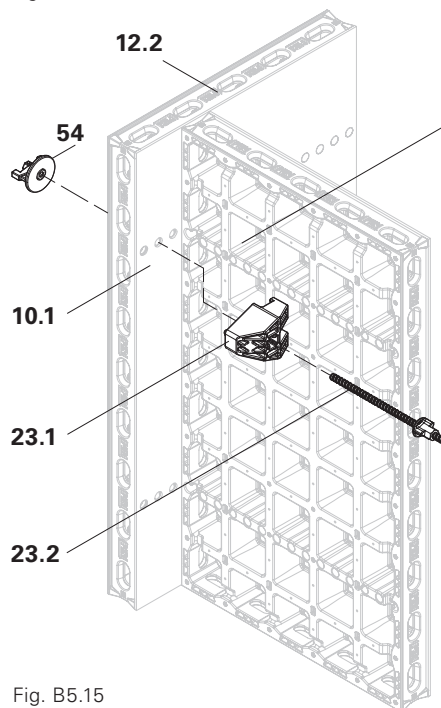

Fig. B5.15
1. Démontez le connecteur d'angle DUO (23), vissez l'écrou (53) sur l'ancrage pour angle.
2. Placez le panneau DMP 75 (12.2) en position perpendiculaire devant le dernier panneau. (Fig. B5.15)